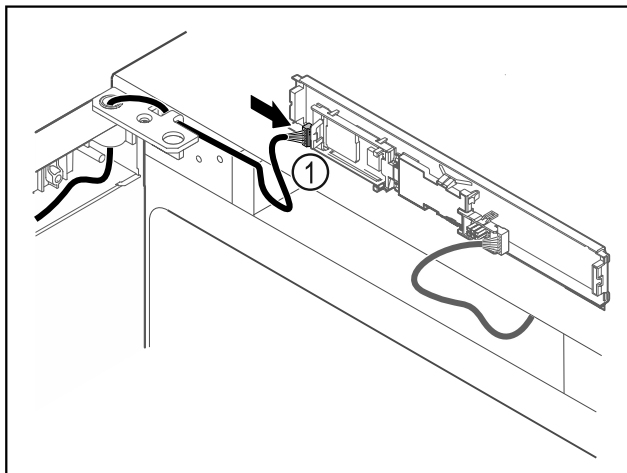

Fig. 60
- ▶ Включете щекера Fig. 60 (1) на платката.